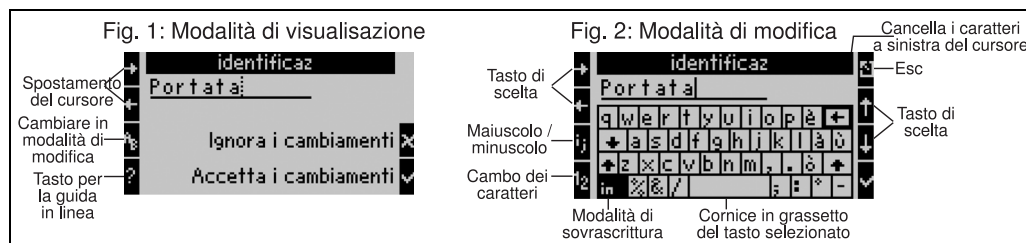

Fig. 18: Esempio.: Modifica di una definizione mediante la tastiera libera
- Portare il cursore mediante i tasti a freccia davanti ad un carattere, nel punto dove si vuole inserire un altro carattere. In caso si voglia sovrascrivere l'intero testo, spostare il cursore completamente a destra. (→ Fig. 18, Vista 1)
- Con i tasti ij/IJ e ½ selezionare caratteri maiuscoli/minuscoli o numeri. (→ Fig. 18, Vista 2)
- Con i tasti a freccia, selezionare i tasti e confermare con il segno di spunta. In caso si voglia cancellare del testo, selezionare il tasto in alto a destra. (→ Fig. 18, Vista 2)
- Premere Esc per passare dalla modalità di modifica a quella di visualizzazione e confermare la modifica mediante segno di spunta. (→ Fig. 18, Vista 1)
- In modalità di modifica (→ Fig. 18, Vista 2) non è possibile spostare il cursore! Ritornare con il tasto Esc alla finestra precedente (→ Fig. 18, Vista 1) e posizionare il cursore sul carattere da modificare. Premere quindi nuovamente il tasto AB.